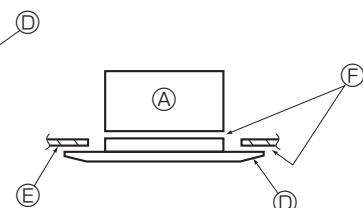

Fig. 5-8
- * Compruebe que no haya huecos entre la unidad principal y la rejilla o entre la rejilla y el techo. (Fig. 5-8)